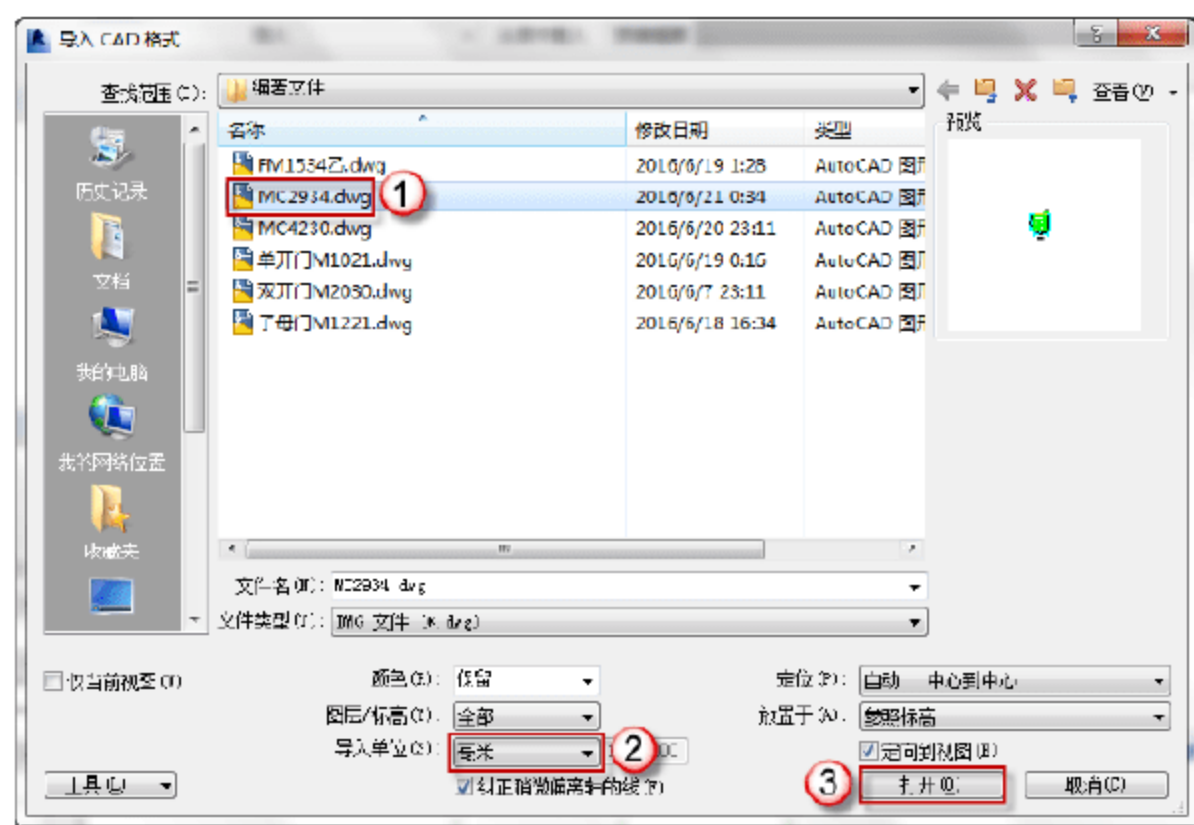
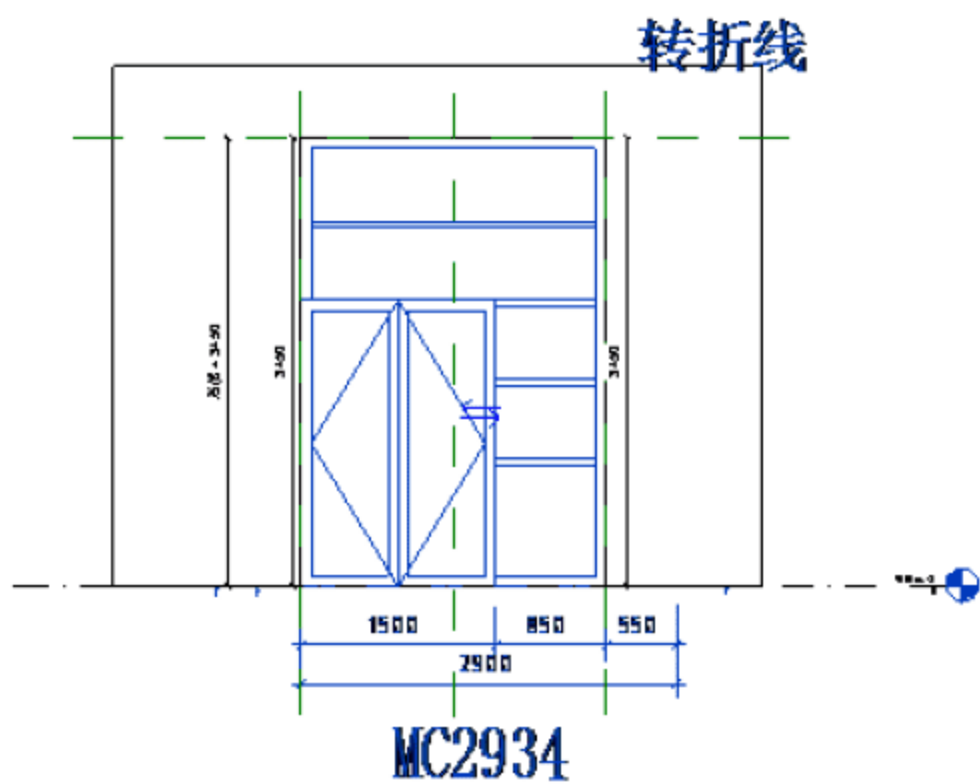

图 6.3.51 导入“MC2934.dwg”文件
图 6.3.52 调整后的 MC2934.dwg
(12) 导入 CAD 图形。选择“项目浏览器”中的“立面（立面 1）”→“外部”选项，可以进入 MC2934 的外部立面视图，选择“插入”→“导入 CAD”命令，弹出“导入 CAD 格式”对话框，选择“MC2934.dwg”文件，将“导入单位”改为“毫米”，单击“打开”按钮，如图 6.3.51 所示。调整 CAD 图形，单击选定导入的“MC2934.dwg”CAD 图形。按快捷键 M+V，将“MC2934.dwg”的导入 CAD 图形移动至如图 6.3.52 所示位置。